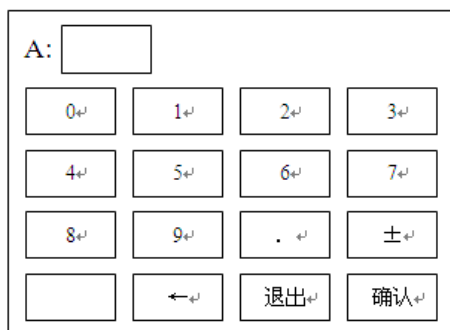

图 12
6.3.4 点击图 11 中的“①A 档砝码质量 (kg): 1.970”选项，进入图 12 所示界面：
6.3.5 点击图 12 中的数值键，输入仪器校准 3.1 步骤中测量记录好的 A 档位砝码值，再按“确认”键返回图 11 界面。